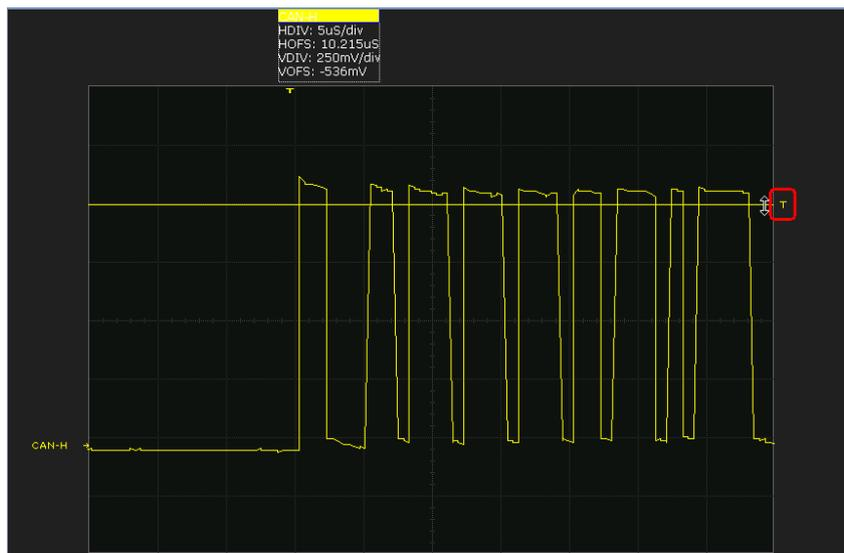

图 8.11 触发电平位置
- ◇ 触发电平调整：通过信源波形视图区右侧的“T”按钮来调整触发位置，如图 8.11 所示，为 CAN-H 为信源时，将鼠标放在“T”按钮上，这时鼠标指针变为上下方向的白色箭头，按住鼠标左键上下拖动鼠标即可（在拖动的过程中有一条横向的黄色线条表明当前位置）。